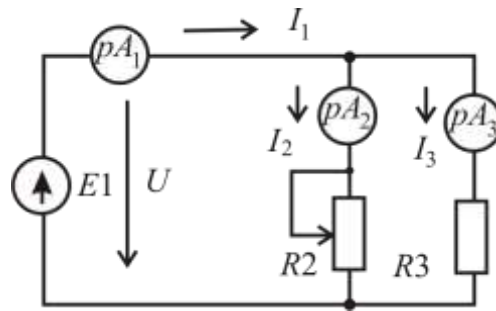

Рис. 1.1
В последовательной цепи, приведенной на рис. 1.1, через все элементы протекает один и тот же ток. Напряжение источника равно арифметической сумме напряжений на всех резистивных участках цепи:
1. Для схемы на рис. 1.1 запишите формулы зависимостей $I=f(R1)$, $P_1=f(R1)$, по полученным формулам постройте графики.